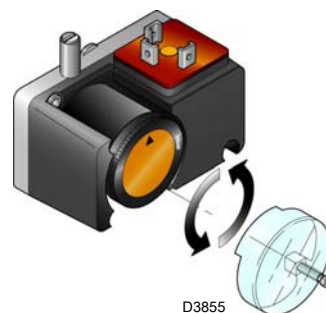

图 31
- 设定最小燃气压力开关 (图 31) 至量程的起始位置。
上述调整结束后，开始调节最小燃气压力开关，此时开关位置应置于量程开始位置 (图 31)。